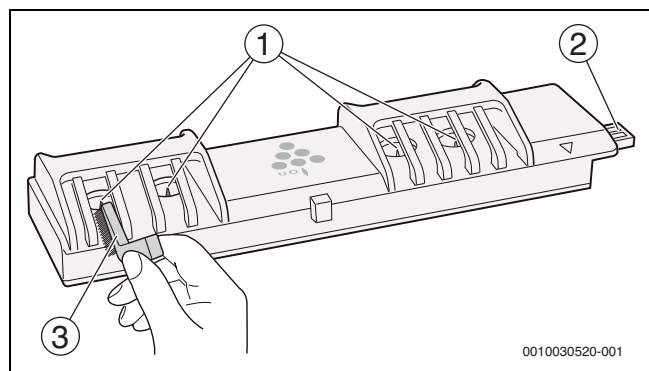

Bild 32
- ▶ Använd PCI-borsten (→ bild 32) eller rengöringspinnen (säljs separat) för att rengöra ytan runt PCI-elektroden från damm.